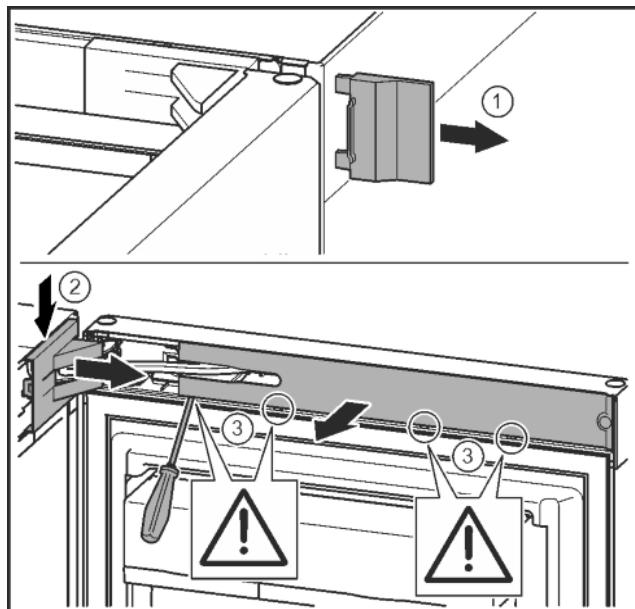

Fig. 7
- Свалете външния капак. Fig. 7 (1)
- Освободете и развойте капака на лагерната стойка. Свалете капака на лагерната стойка. Fig. 7 (2)
- Освободете капачката с плоска отвертка и я завъртете настрани. Fig. 7 (3)